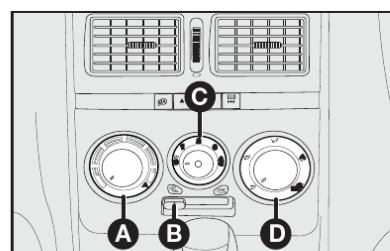

fig. 51
1) Seletor para a temperatura do ar **A-fig. 51** totalmente posicionado à esquerda.
2) Seletor do ventilador **C-fig. 51** posicionado na velocidade máxima.
3) Seletor de distribuição do ar **D-fig. 51** apontado para ☞; controlar para que todas as saídas de ar estejam totalmente abertas.
4) Ligar o ar-condicionado apertando o seletor **C-fig. 51**.
COMANDOS - fig. 51
O ar-condicionado é muito útil para acelerar o desembaçamento, pois desumidifica o ar. É suficiente regular os comandos para a função de desembaçamento e ativar o condicionador, apertando o seletor **C-fig. 51**.
1) Condicionador de ar ligado: seletor **C-fig. 51**.